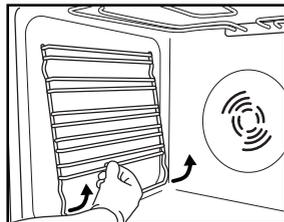

Fig. 3
1. Rimuovere le griglie portaccessori laterali (Fig. 3).